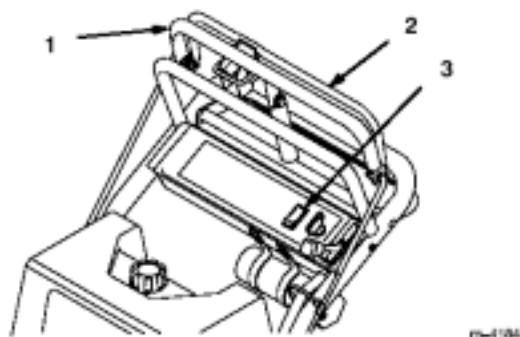

图13
- 1、后拉高位控制手柄来停止机器。（图13）
1、放开刀片控制杆，可停止剪草刀片。（PTO）（图13）